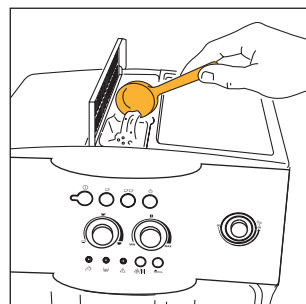

Fig. 19
2. Öppna locket i mitten och häll i ett mått färdigmalet kaffe i tratten (fig. 19). Följ sedan anvisningarna i avsnitt 5.